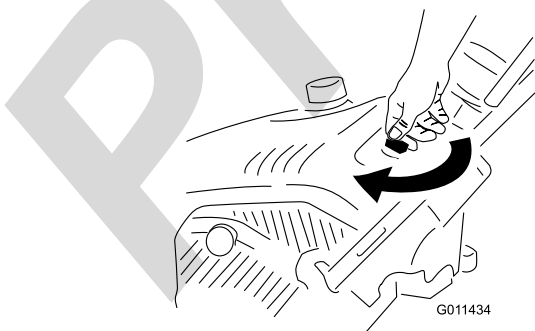

Figura13
1. Rotiți cheia de contact în sensul acelor de ceasornic în poziția de pornire (Figura13).